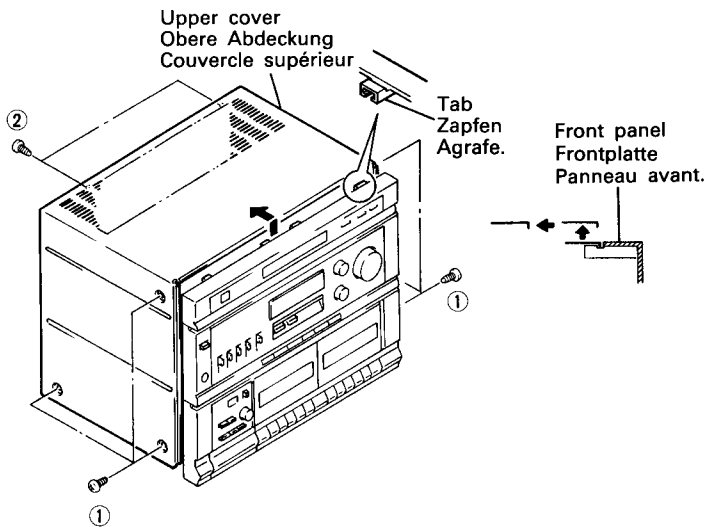

Fig. 1 Abb. 1
1. **Oberabdeckung (Abb. 1)**
DÉMONTAGE**1. Couvercle supérieur (Fig. 1)**